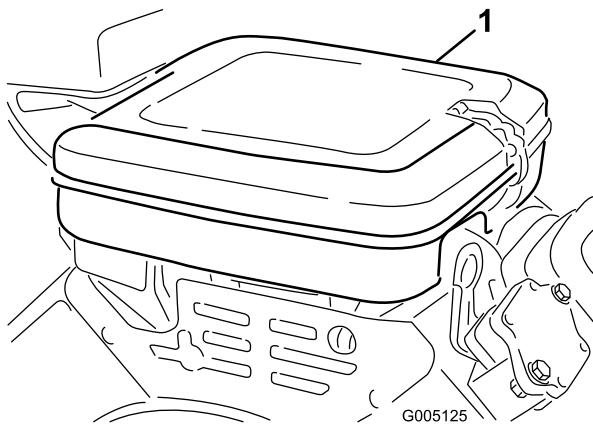

図 40
- カバーを丁寧に清掃する図40。
- エレメントをエアクリーナに固定している蝶ナットを外す図40。